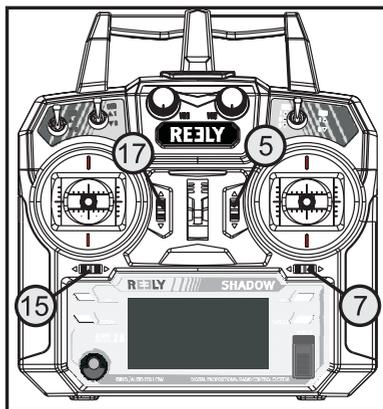

Figura 24
Le restanti tre funzioni di controllo possono essere regolate allo stesso modo, in base alla necessità, con i tasti di trimming (vedere figura 24, pos. 5, 15 e 17).